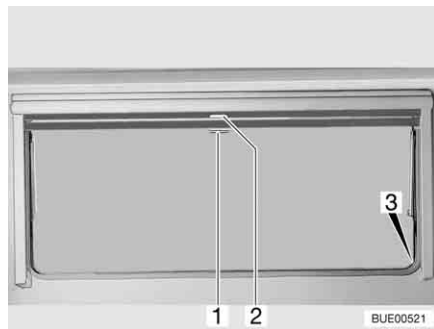

Fig. 84 Fenêtre projetante
- Tirer le store occultant vers le bas en le maintenant par la poignée (Fig. 84,2). Lorsque le store occultant est complètement fermé, l'accrocher des deux côtés du cadre de la fenêtre dans le dispositif de blocage (Fig. 84,3).
- Lorsque le store occultant est complètement fermé : Appuyer sur la poignée (Fig. 84,2) vers le bas tout en la tirant légèrement vers l'intérieur. Décrocher à droite et à gauche le store occultant du dispositif de blocage du cadre de la fenêtre.
- Si le store occultant se trouve dans une position intermédiaire : Tirer la poignée (Fig. 84,2) vers le bas jusqu'à ce que le dispositif de blocage se débloque.
- Tirer la moustiquaire par la poignée (Fig. 84,1) vers le bas et l'accrocher des deux côtés sur le cadre de la fenêtre dans le dispositif de blocage (Fig. 84,3).
- Appuyer sur la poignée (Fig. 84,1) vers le bas tout en la tirant légèrement vers l'intérieur. Décrocher à droite et à gauche la moustiquaire des dispositifs de blocage du cadre de la fenêtre.